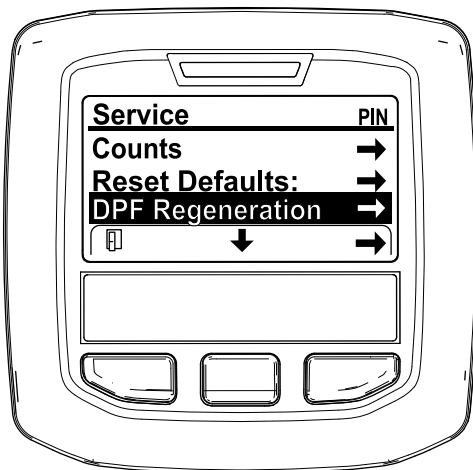

Figura 42
3. En el menú SERVICE (Servicio), pulse el botón del medio hasta que aparezcan las opciones de DPF REGENERATION (Regeneración de DPF) y pulse el botón derecho para seleccionar la opción DPF REGENERATION (Regeneración de DPF) (Figura 42).